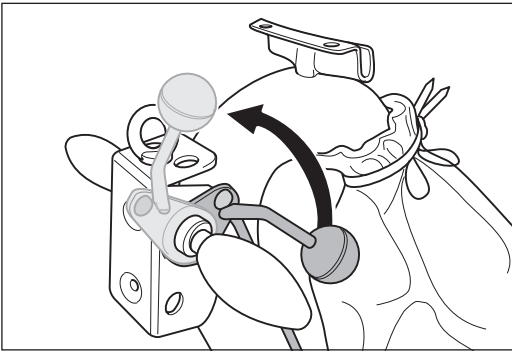

Abb. 66 Den Ablasshebel am Handgriff bis zum Anschlag nach oben ziehen. Dadurch wird die Schleifwalze vom Boden abgehoben.
- 1 Ziehen Sie den Ablasshebel am Handgriff bis zum Anschlag nach oben (Abb. 66). Dadurch wird die Schleifwalze vom Boden abgehoben.